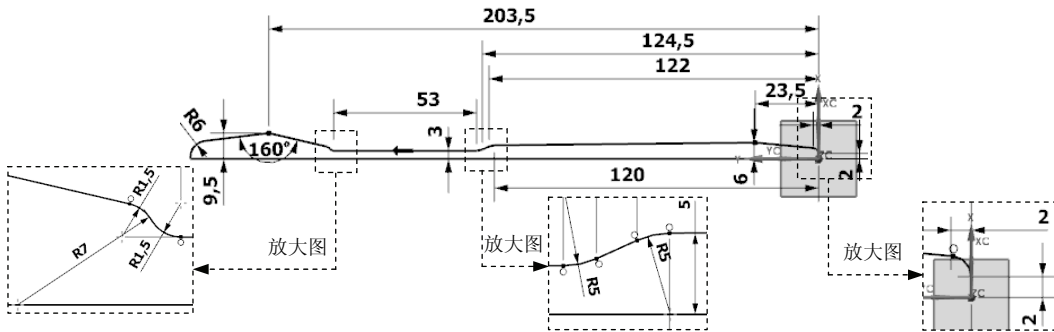
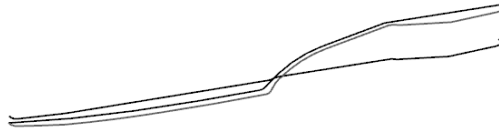
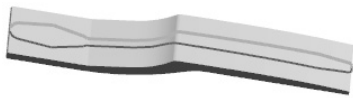

图 6.2.2 草图 2
图 6.2.3 组合投影
图 6.2.6 镜像特征
Step3. 创建图 6.2.2 所示的草图 2。选择下拉菜单 **插入(I)** → **在任务环境中绘制草图(D)...**
Step4. 创建图 6.2.3 所示的零件特征——组合投影。选择下拉菜单 **插入(I)** 命令；依次选取图 6.2.1 所示的草图 1 和图 6.2.2 所示的草图 2 为，并分别单击中键确认；完成组合投影的创建。
Step6. 创建图 6.2.6 所示的零件特征——镜像。选择下拉菜单 **插入(I)** 命令，在绘图区中选取图 6.2.3 所示的组合投影特征